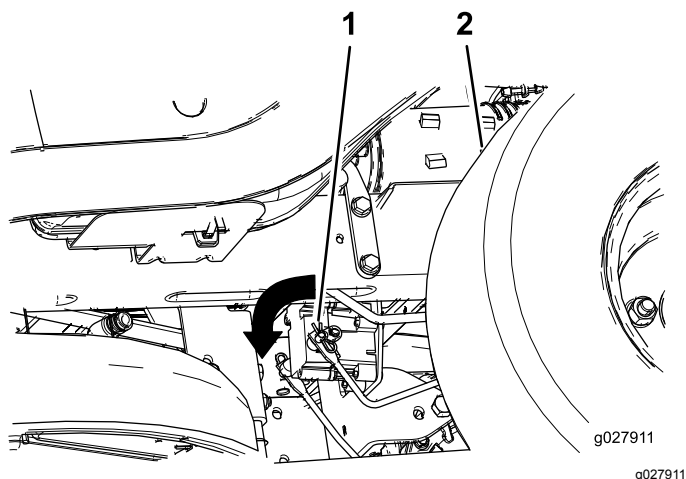

Figure 55
2. Localisez l'arbre sur le frein électrique au point de connexion des bras de liaison (Figure 55).